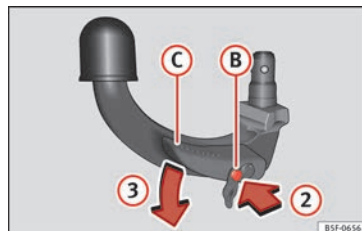

Fig. 227 Paso 2
- Presione el perno de desbloqueo ② el sentido de la flecha ② y al mismo tiempo presione la palanca ③ el sentido de la flecha ③ hasta el tope » fig. 227.